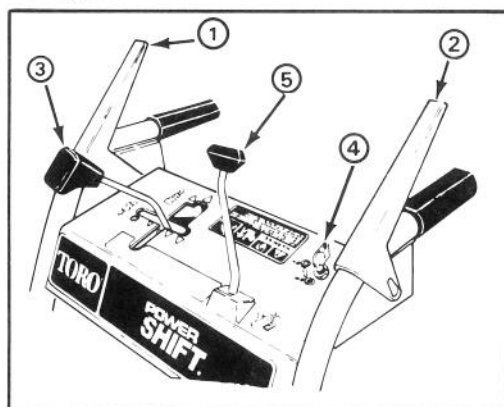

Abbildung 9
**Räumwerkkuplungshebel** (Abb. 9)—Dieser Hebel hat zwei Stellungen: EIN und AUS. Zum Einschalten des Räumwerks und Gebläses den Hebel zum linken Griffholm drücken. Um den Antrieb zu stoppen, den Hebel loslassen.
**Antriebshebel** (Abb. 9)—Dieser Schalter hat vier Gänge nach vorwärts und zwei nach rückwärts; er steuert auch den Power Shift-Betrieb der Räder.
**Räumwerk-Sperre:** (Abb. 9)—Wenn sowohl der Räumwerkkuplungshebel als auch der Antriebshebel gedrückt werden, sperrt der Antriebshebel den Räumwerkkuplungshebel nach unten. Durch Freigabe des Antriebshebels wird der Räumwerkkuplungshebel freigegeben..
**Auswurfkontrolle** ( Abb. 9 )—Auswurfkontrolle im Uhrzeigersinn rotieren, um den Auswurf nach rechts zu bewegen, und gegen den Uhrzeigersinn, um den Auswurf nach links zu bewegen.
**Auswurfkontrolle** (Abb. 9) — Auswurfkontrolle im Uhrzeigersinn rotieren, um den Auswurf nach rechts zu bewegen, und gegen den Uhrzeigersinn, um den Auswurf nach links zu bewegen.
**Zündschloß** (Abb. 9)—Das Zündschloß hat zwei Stellungen: EIN und AUS. Den Zündschlüssel
1. Den Geschwindigkeitshebel auf N—neutral—stellen sowie die Drossel auf SCHNELL (Abb. 9).
4. Den Zündschlüssel auf EIN drehen (Abb. 9).
1. Räumwerkkupplungshebel und Antriebshebel lösen (Abb. 9).